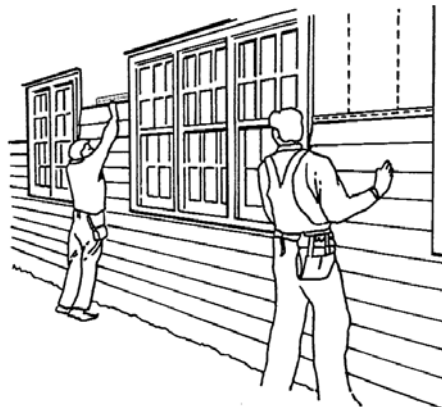

Figura 36.
- Revise cada quinta o sexta hilera que estén bien alineados horizontalmente (Figura 36). También revise la alineación del revestimiento con las paredes continuas.